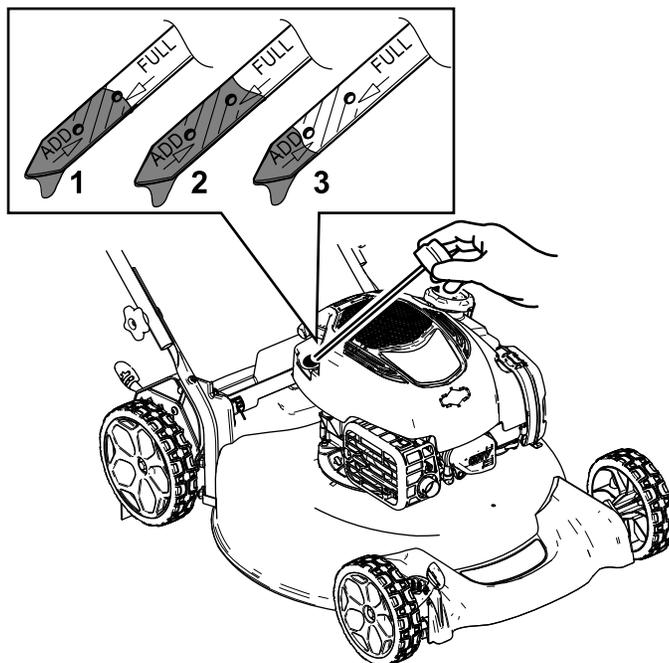

Figura 13
2. Girate il tappo in senso antiorario ed estraete l'asta di livello (Figura 13).
5. Controllate il livello dell'olio sull'asta (Figura 13).
- Se il livello di olio dell'asta è troppo basso (Figura 13), versate con cura una piccola quantità di olio detergente SAE 30 o SAE 10W-30 nel tubo di riempimento dell'olio, attendete 3 minuti e ripetete gli step da 3 a 5 finché il livello dell'olio sull'asta non risulta corretto. Per il tipo di olio, fate riferimento a Cambio dell'olio motore (pagina 16).
- Se il livello dell'olio sull'asta è troppo alto (Figura 13), drenate l'olio in eccesso finché il livello dell'olio sull'asta non risulta corretto; fate riferimento a Cambio dell'olio motore (pagina 16).